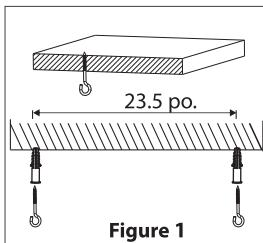

Figure 1
1. Visser directement les deux crochets à vis espacés de 23.5 pouces dans le plafond (voir la figure A). Pour un plafond en béton, il est nécessaire de percer d'abord deux trous de montage, puis d'utiliser des chevilles supplémentaires avec les crochets à vis fournis (voir Figure 1).